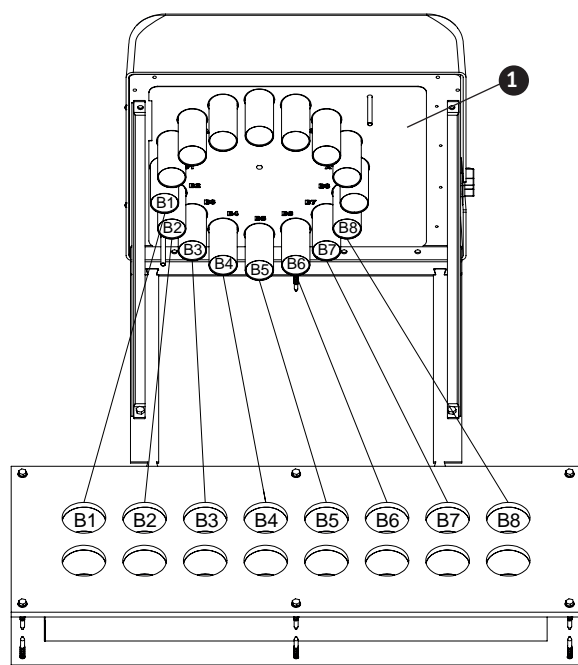
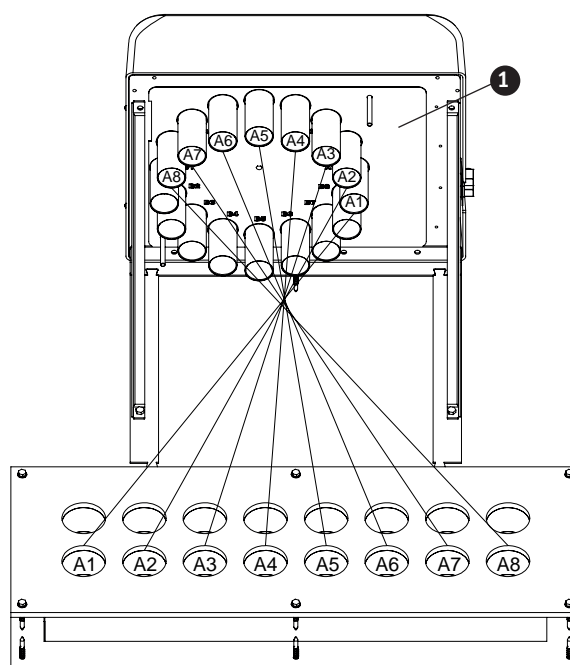

Fig. 48 Montage des tuyaux de retour d'air B1 à B8 sur l'unité de commutation – Vue du bas
Fig. 49 Montage des tuyaux d'arrivée d'air A1 à A8 sur l'unité de commutation – Vue du bas
- ▶ Même procédure pour tous les tuyaux de retour d'air B2 sur B2, B3 sur B3, etc. (Fig. 48), puis pour tous les tuyaux d'arrivée d'air A1 sur A1, A2 sur A2, etc. – Fig. 49.